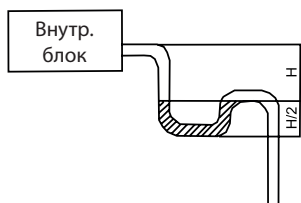

Рис. 17
5. Интенсивный воздушный поток внутреннего блока может создать отрицательное давление и привести к обратному всасыванию наружного воздуха. Поэтому в дренажную трубу каждого внутреннего блока необходимо установить гидрозатвор U-образной формы (см. рис. 17).